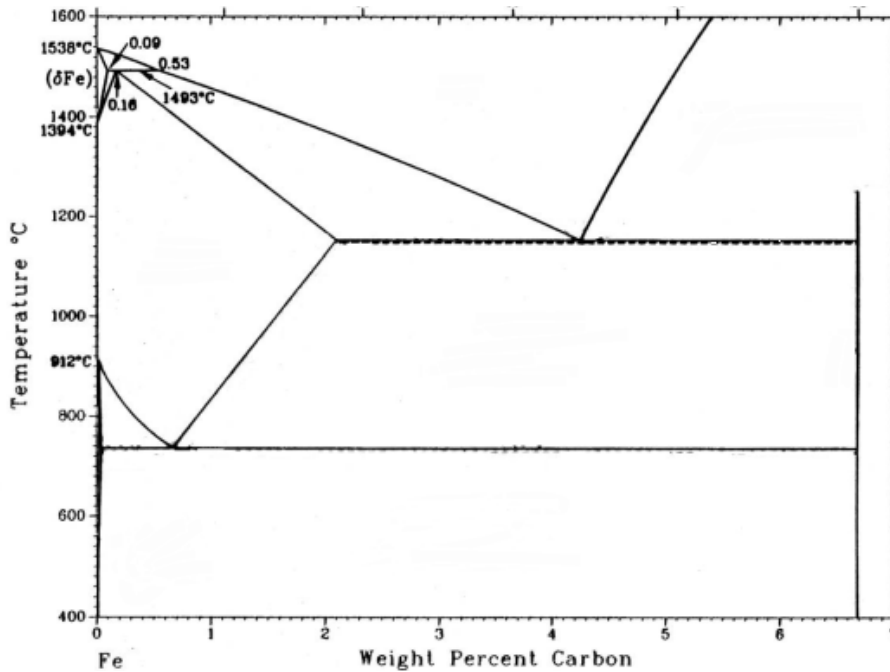

Fig. 8 : Diagramme de phase Fe-Fe₃C.
b) - Vous voulez austénitiser un acier au carbone, qui contient 0.6%C sans aucun autre élément d'alliage. Dans quelle gamme de températures allez-vous chauffer cet acier et pourquoi ? Vous pouvez vous aider du diagramme de phase Fe-Fe₃C donné en Fig. 8.